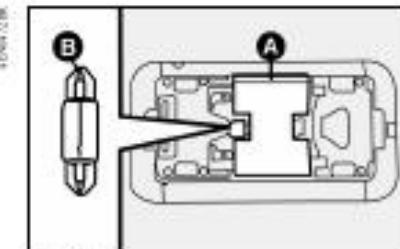

fig. 62
2) retirar o refletor **A**-fig. 62 fazendo-o deslizar para trás;
3) substituir a lâmpada cilíndrica **B**-fig. 62.